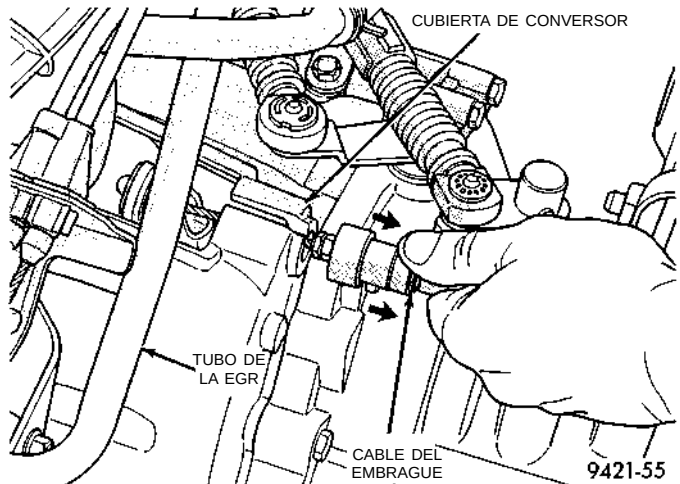

Fig. 11 Cable en el transeje
(2) Si el mecanismo de ajuste funciona correctamente, guíe el cable a través de la muesca de la caja del transeje. Conecte el cable a la palanca de desembrague. Para ello, asiente la arandela acodada con firmeza sobre las riberas de la palanca.
(3) Tire hacia atrás de la cubierta del cable de embrague e insértela en la caja del transeje (Fig. 11).